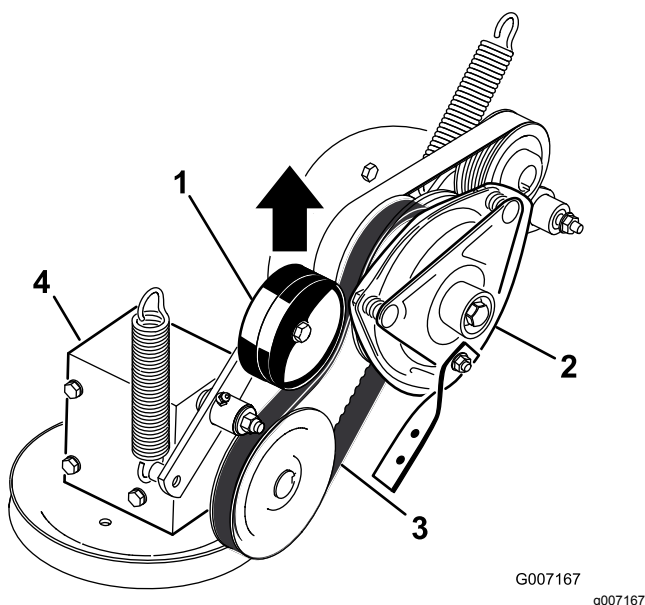

Figura 77
5. Tire hacia arriba de la polea tensora tensada con muelle de la correa de transmisión de la TDF, y retire la correa de la polea del embrague (Figura 77).
17. Tire hacia arriba del brazo tensor tensado con muelle de la correa de transmisión de la TDF, e instale esta en la polea del embrague (Figura 77).